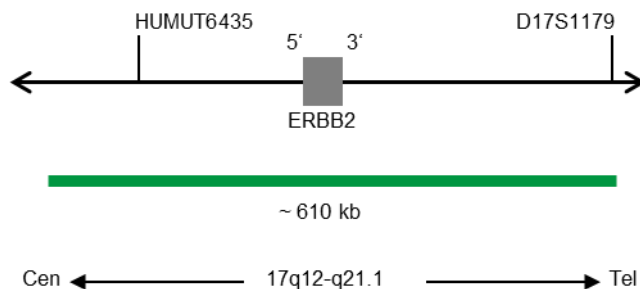

Abb. 1: SPEC ERBB2 Sondenlokalisierung (nicht maßstabsgetreu)
- ZyGreen (Anregung 503 nm/Emission 528 nm) markierten Polynukleotiden (~10 ng/ $\mu$ l), die gegen Sequenzen in 17q12-q21.1\* (chr17:37,572,531-38,181,308) gerichtet sind, welche die ERBB2-Genregion enthalten (siehe Abb. 1).